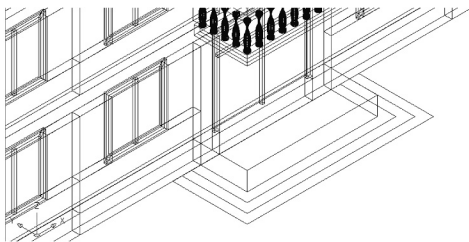

图 6.60 拉伸最内侧的矩形
- (1) 执行菜单栏中的【绘图】|【建模】|【拉伸】命令。
① 在**选择对象**:提示下,选择最内侧的矩形。
② 在**指定拉伸高度或[路径(P)]:**提示下,输入“600”,表示向 Z 轴正方向拉伸 600mm。
③ 在**指定拉伸的倾斜角度<0>:**提示下,按 Enter 键,表示拉伸的倾斜角度为“0”,结果如图 6.60 所示。